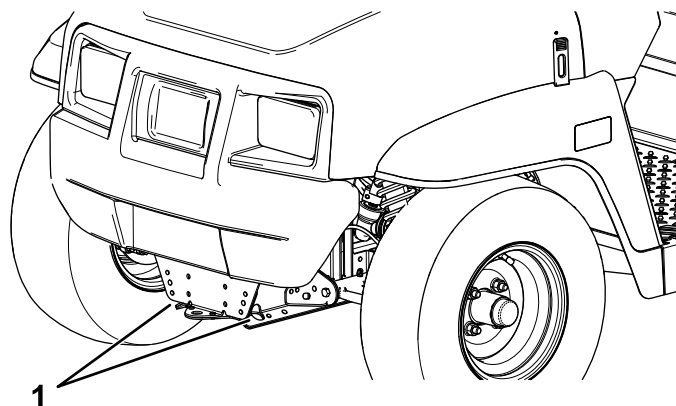
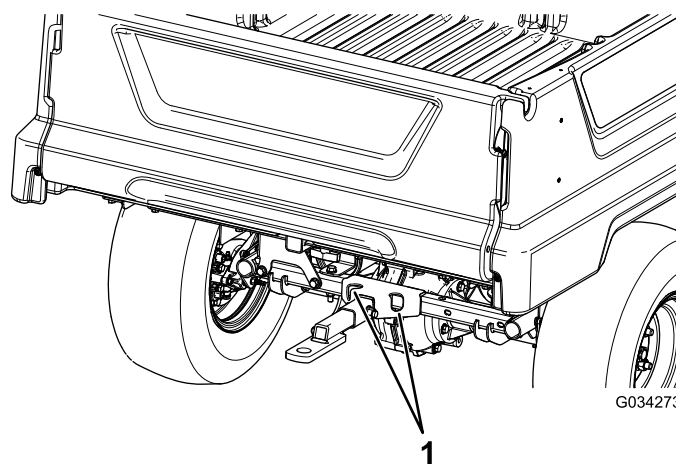

Figura 25
Figura 26
Vedere Figura 25 e Figura 26 per conoscere la posizione dei punti di attacco sulla macchina.
2. Fissate una fune di traino al timone sulla parte anteriore del telaio della macchina (Figura 25).